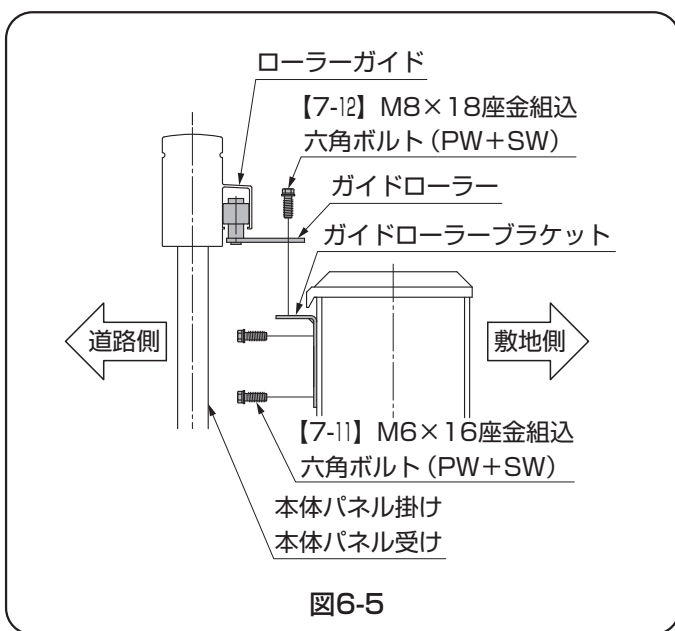

図6-5
- ⑤ 電動柱にガイドローラーブラケットを【7-11】で取付けてください。
- ⑥ 本体のローラーガイドにガイドローラーを通して、ガイドローラーブラケットに【7-12】で仮止めしてください。(図6-5参照)
- ⑦ 本体パネルの垂直を確認して、垂直になっている場合は仮止めた【7-12】を固定してください。